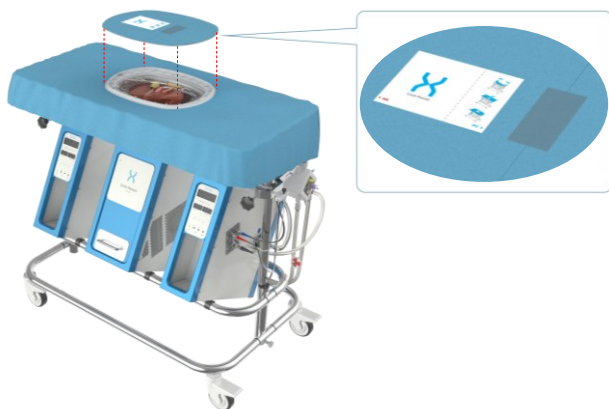

Figure 29 : Mise en place du champ stérile supplémentaire.
- Placez le champ stérile supplémentaire sur le réservoir et assurez-vous que l'orientation est correcte, comme indiqué par les marques AH et VP de chaque côté de l'étiquette, voir Figure 29.
- Une fois le champ stérile supplémentaire appliqué, ouvrez-le en déchirant soigneusement la bande bleue et dépliez-le comme indiqué sur l'étiquette (voir Figure 29).